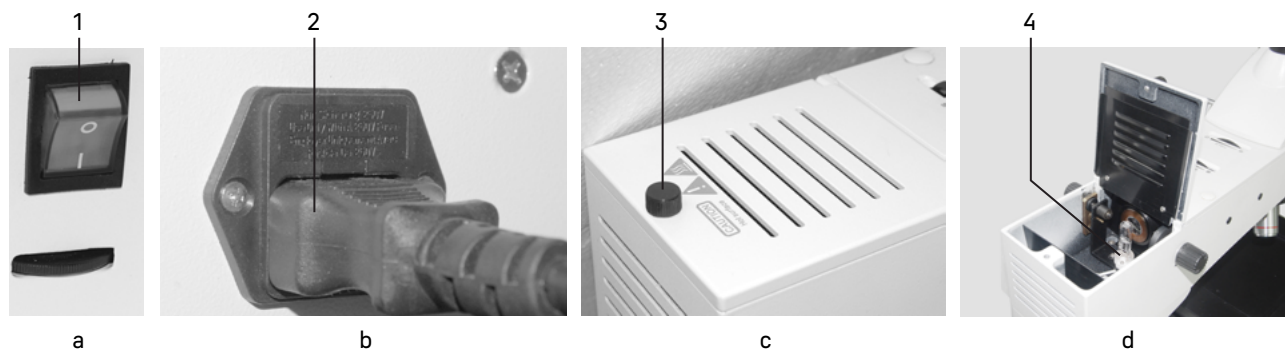

Рис. 18. Замена лампы
- Ослабьте крепежный винт 3 и откройте крышку корпуса насадки, как показано на рис. 18 с, d;